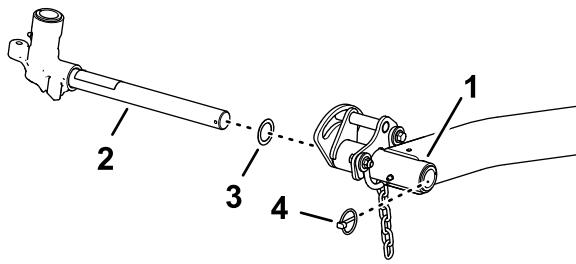

Figura 17
- Retire el pasador de seguridad y la arandela que fijan el eje de pivot del brazo de elevación al brazo de elevación, y retire el eje de pivot del brazo de elevación (Figura 17).